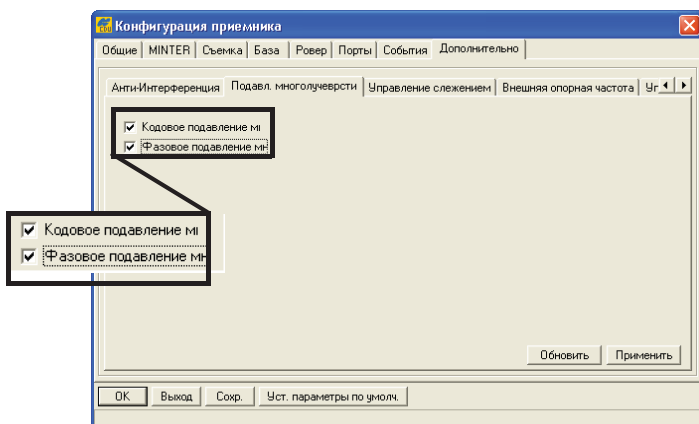

Рис. 3-38. Настройка параметров подавления многолучевости
12. Выберите вкладку *Дополнительно*, затем выберите вкладку *Подавл. многолучевости*. Укажите значения для следующих параметров, затем нажмите **Применить** (Рис. 3-38 на стр. 3-42).